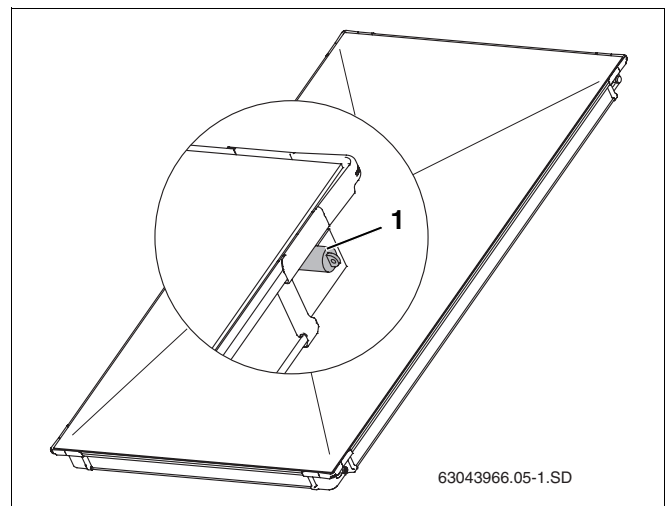

Abb. 5 Kunststoffkappen auf Kollektoranschlüssen
- Entfernen Sie die Gummikappen (Abb. 5, Pos. 1) erst direkt vor der Montage.